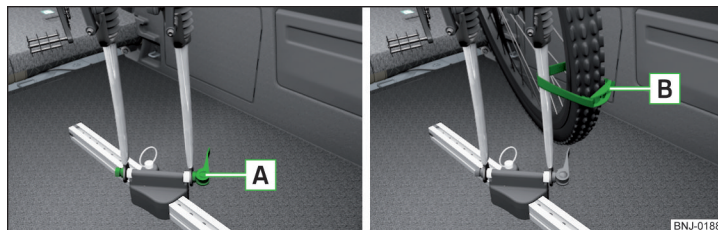

Fig. 113 Introducerea furcii din față a bicicletei în suport/exemplu de fixare a roții față
- Desprindeți elementul de fixare rapidă **A** » fig. 113 de pe suport și reglați corespunzător lățimea furcii roții bicicletei.
- Fixați roata din față cu centura **B** pe furca din față » fig. 113 sau pe cadrul bicicletei.